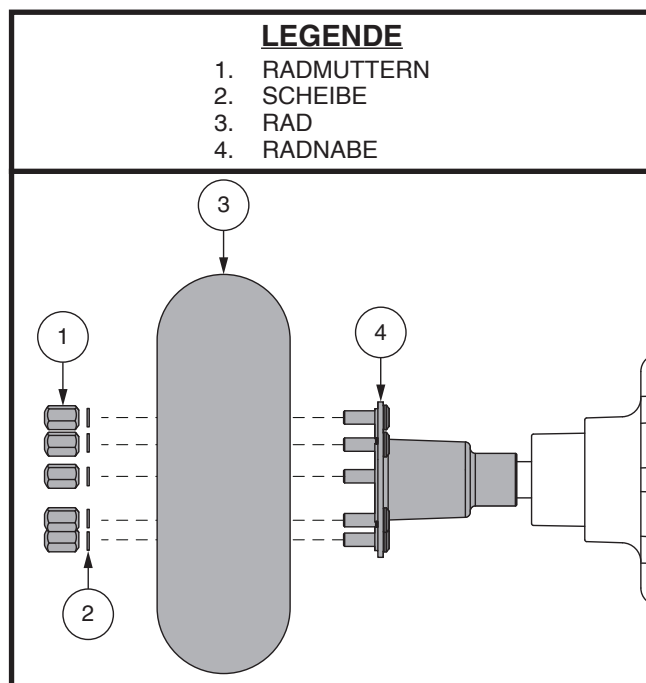

Abb. 26. Reifenradenthebung
3. Entfernen Sie die Radmutter und scheiben von der Radnabe. **Siehe Abb. 26.**